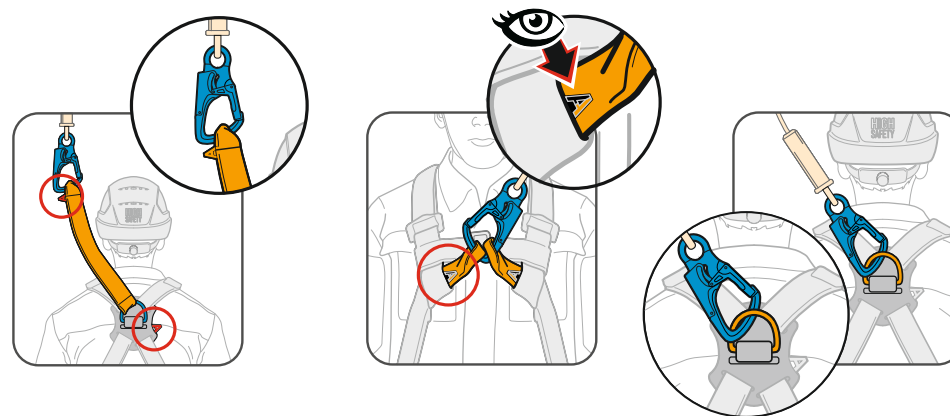

Рис. 10 Соединение стропы с амортизатором с точками крепления на привязи.
3. Соединить строп с амортизатором карабин класса **T со стороны амортизатора** с точкой крепления на привязи с маркировкой «А» (буква «А» должна быть полностью закрашена) (**рис. 10**) или соединив одновременно с двумя точками крепления, обозначенными половиной буквы «А».
3. Соединить строп с амортизатором карабин класса Т со стороны амортизатора с точкой крепления на привязи с маркировкой «А» (буква «А» должна быть полностью закрашена) (рис. 10) или соединив одновременно с двумя точками крепления, обозначенными половиной буквы «А».